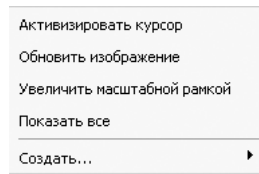

Рис. 4.98. Всплывающее меню после активизации кнопки  – **Вид** в диалоговом окне **Построение пружины**
– **Вид** вызывает всплывающее меню, см. рис. 4.98;